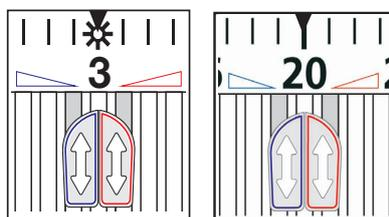

Abb. 5: Blockierung, z. B. 20°C
Sicherungsschraube in der Befestigungsmutter mit Sechskantstiftschlüssel SW 2 bis zum Anschlag festziehen. Handradkappe kann nun beliebig gedreht werden, ohne dass sich der eingestellte Sollwert verändert (Abb. 5).
Sicherungsschraube mit Sechskantstiftschlüssel SW 2 (Art.-Nr. 6040-02.256) lösen (Abb. 5). Thermostat-Kopf mit eingestecktem Sechskantstiftschlüssel durch Linksdrehen abschrauben (Abb. 4).
Zur Blockierung einer Einstellung **beide Sparclips** mit dem Daumen zurückziehen (Abb. 1), anheben und herausnehmen (Abb. 2). Der Thermostat-Kopf wird danach auf die gewünschte Temperatur eingestellt, z. B. Merzkahl 3 (20) \approx 20°C. Anschließend ist der rote Sparclip in die Nut **rechts** neben Merzkahl 3 (20) einzusetzen (Abb. 5) und bis zum Anschlag vorzuschieben. Danach
blauen Sparclip in die Nut **links** neben Merzkahl 3 (20) einsetzen (Abb. 5) und bis zum Anschlag vorschieben. Nun lässt sich der Thermostat-Kopf nicht mehr verstellen. Zur Aufhebung der Blockierung sind der rote oder der blaue oder bei Bedarf beide Sparclips bis zum Anschlag zurückzuziehen. Jetzt ist wieder jede Einstellung möglich.
Anschlagclip aus der Position **rechts** neben Merzkahl 5 herausnehmen und Anschließend auf den 1. Steg **rechts** neben Merzkahl 3 schieben (Abb. 5).